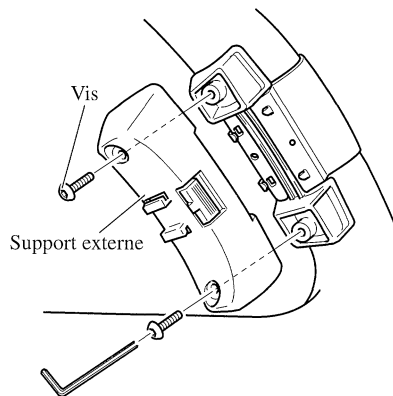

Fig. 12
3. Installer le support externe sur le support interne et fixer avec les vis. (Fig. 12)